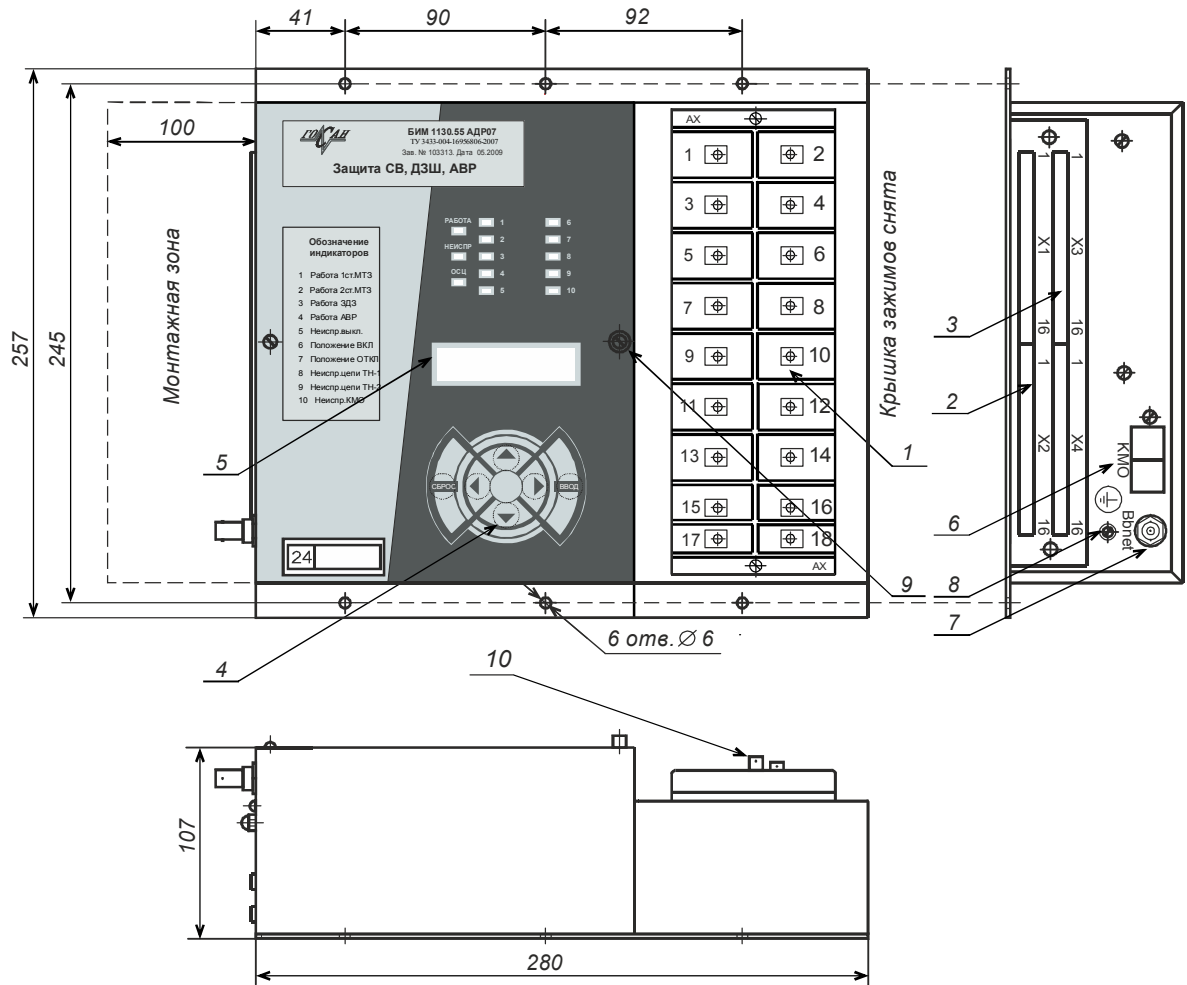

Рис. 2 Общий вид модификации БИМ 1XXX
БИМ 1XXX – для одностороннего монтажа на панелях и в шкафах (рис. 2). Выполнен в виде двух корпусов, соединённых между собой. В меньшем корпусе находится аналоговая часть с преобразователями и клеммными зажимами AX1-AX18 (1) для подключения цепей переменного тока, а также цепей питания терминала. На лицевой стороне корпуса находится блок индикации с символьным дисплеем (5) и клавиатурой (4). На боковой стороне корпуса расположены разъёмы дискретных входов X1-X2 (2), разъёмы дискретных выходов X3-X4 (3), разъём интерфейса Vbnet (7), разъёмы канала межмодульного обмена (КМО) (6) и винт заземления терминала (8).